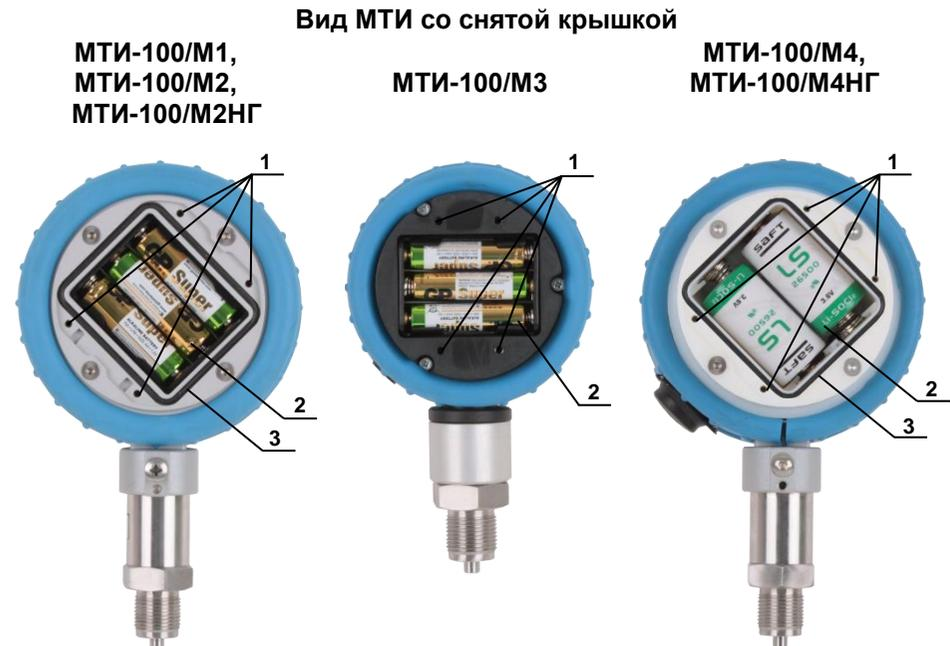

Рисунок 2.2
2.4.3 В тыльной части корпуса МТИ расположен батарейный отсек (см. рисунок 2.2).